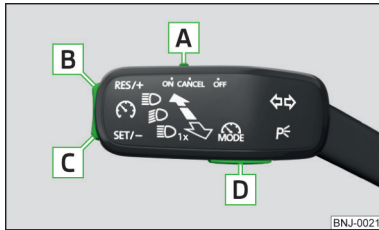

Abb. 208
### Übersicht der Bedienelemente der GRA » Abb. 208
- ▶ Durch das Drücken der Taste **D** » Abb. 208.
- Durch das Drücken der Taste **D** » Abb. 208 während der Regelung wird diese abgebrochen und es wird der Geschwindigkeitsbegrenzer aktiviert.